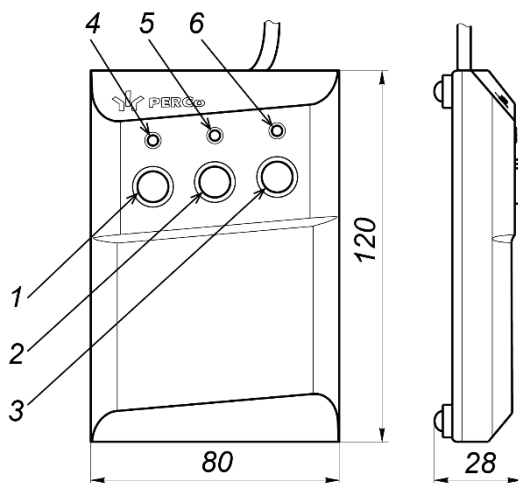
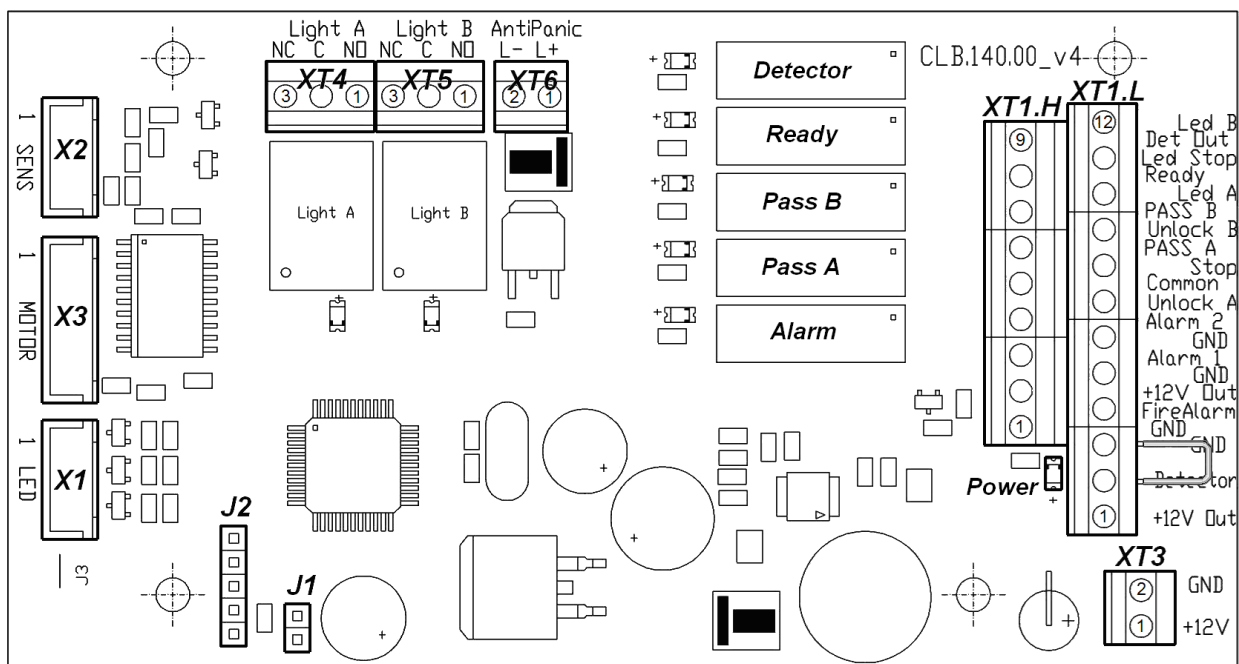

Рисунок 4. Общий вид и габаритные размеры ПДУ
Рисунок 5. Внешний вид платы управления
ПДУ (11) выполнен в виде небольшого настольного прибора в корпусе из ударопрочного АБС-пластика и предназначен для задания и индикации режимов работы при ручном управлении турникета. ПДУ подключается к плате управления гибким многожильным кабелем (12) через клеммную колодку **XT1.L** (см. рис. 5). Общий вид ПДУ показан на рис. 4.
Внутри стойки расположен кронштейн с установленной платой управления (см. рис. 5) и клеммами для подключения внешних устройств. К плате подключаются ПДУ, выходы СКУД, устройство РУ (при его использовании), устройство аварийного открытия прохода *Fire Alarm* (далее – *устройство Fire Alarm*). На клеммы подключения внешних устройств выведены линии подключения источника питания, линии управления механизмом картоприемника, линии сигналов считывателей. Подключение внешних устройств производится в соответствии со схемой электрических соединений турникета (см. рис. 14).
На плате управления (см. рис. 5) расположены:
Выбор режима управления осуществляется снятием / установкой перемычки на разъем **J1** платы управления. Расположение разъема **J1** показано на рис. 5. При поставке перемычка установлена, что соответствует импульсному режиму управления турникетом. Для перехода в потенциальный режим управления снимите перемычку. Изменение режима управления произойдет после включения турникета.
Факт подачи напряжения на обмотку реле можно определить по загоранию соответствующего красного светодиода, установленного на плате управления вблизи соответствующего реле (см. рис. 5).